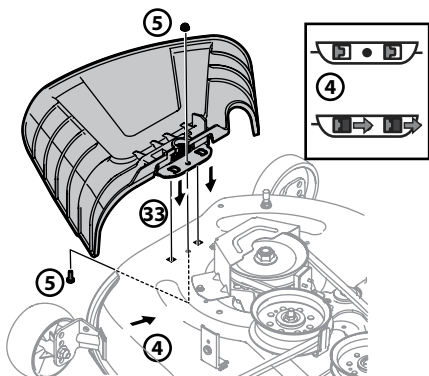

Figura 2-13
3. Ubique el deflector del canal en la plataforma, asegúrese de insertar las lengüetas de dicho deflector en los orificios de la plataforma. Consulte la Figura 2-13.
4. Después de colocar las lengüetas en la plataforma, deslice el deflector del canal hacia la parte posterior del tractor hasta que el orificio del perno que está en el deflector del canal quede alineado con el orificio de la plataforma. Consulte la Figura 2-13.
5. Sujete el deflector del canal en su lugar con la tuerca de seguridad con brida y el tornillo hexagonal que se extrajeron en el paso 2. Ajuste a 102-124 in/lb. Consulte la Figura 2-13.